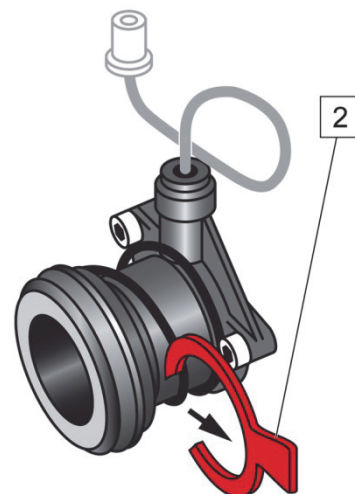

Fig. 3
Abb./Fig 3:
- Nach dem Einbau des Zentralausrückers Transportsicherung durch Ziehen an der Lasche (2) entfernen (Abb. 3).
- After installing the concentric slave cylinder, remove the transport safety device by pulling the tab (2) (Fig. 3).
- Une fois la butée hydraulique montée, enlever la protection de transport en tirant sur la languette (2) (fig. 3).
- Después de haber montado el cojinete hidráulico, retirar el seguro para el transporte tirando del saliente (2) (Fig. 3).
- Após a montagem do dispositivo de desembraiagem central, remover a proteção para transporte, puxando pela tala (2) (Fig. 3).
- Dopo avere montato il reggispinta idraulico togliere il dispositivo di sicurezza per il trasporto tirando la linguetta (2) (fig. 3).
- Efter montering av kopplingscylinder slav, ta bort transportsäkringen genom att dra i fliken (2) (bild 3).
- Når centraludrykkeren er monteret, fjernes transportsikringen ved at trække i lasken (2). (fig. 3).
- После установки центральной муфты сцепления удалить транспортировочное крепление, потянув скобу (2) (Рис. 3).
- Po zabudowaniu centralnego wyprzęgnika usunąć zabezpieczenie transportowe przez pociągnięcie za wypustkę (2) (rys. 3).
- După montarea dispozitivului central de debreiere, îndepărtați siguranța de transport prin tragerea de eclisă (2) (Fig. 3).